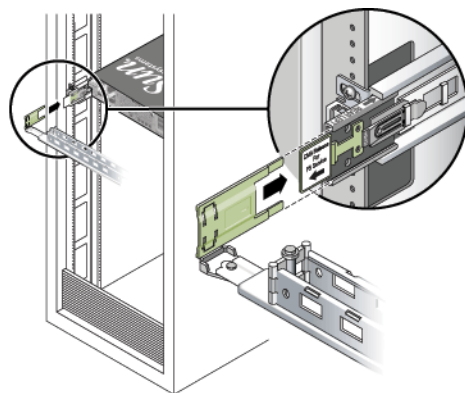

图 2-6 将 CMA 架连接到扩展滑轨连接器
5. 将其余的 CMA 架连接器插入 CMA 扩展滑轨上的塑料插口（图 2-6）。